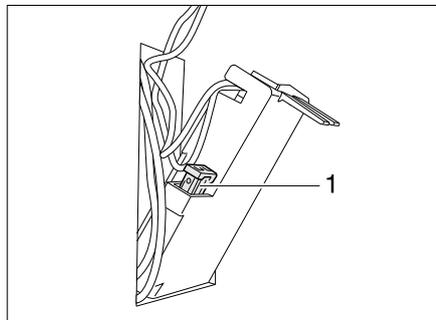

Bild 176 Sicherung der Thetford-Toilette
- Die Sicherung (Bild 176,1) wechseln.